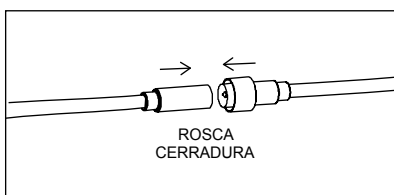

Figura 3
- Conecte el controlador al montaje de la luz y asegure el conector de la tuerca con la mano. La flecha en las partes macho y hembra del conector entre el conductor y el cable de montaje debe coincidir. (Figura 3)